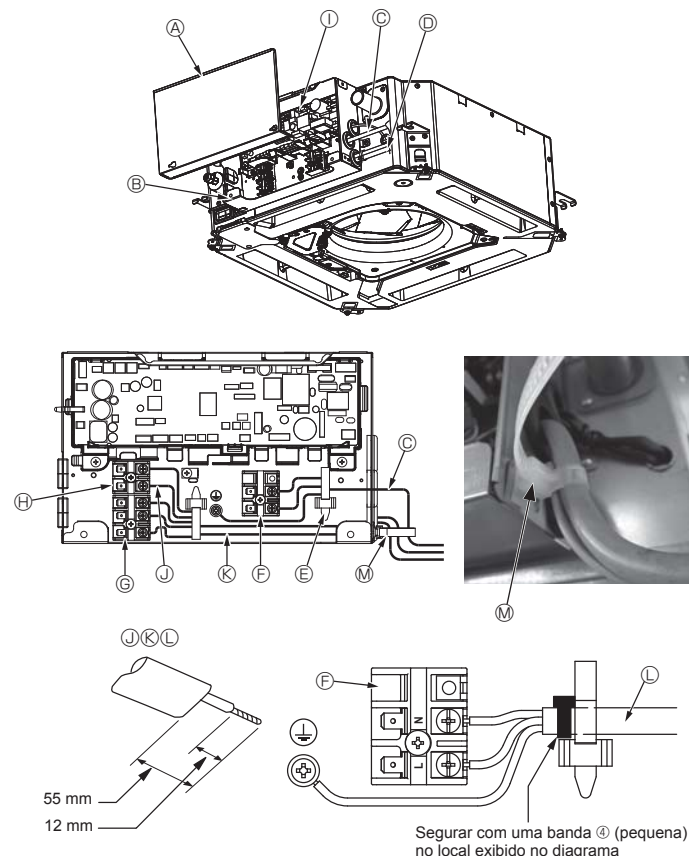
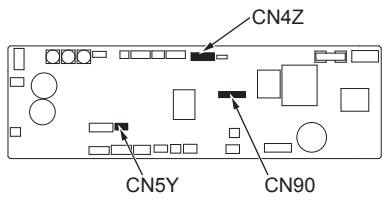
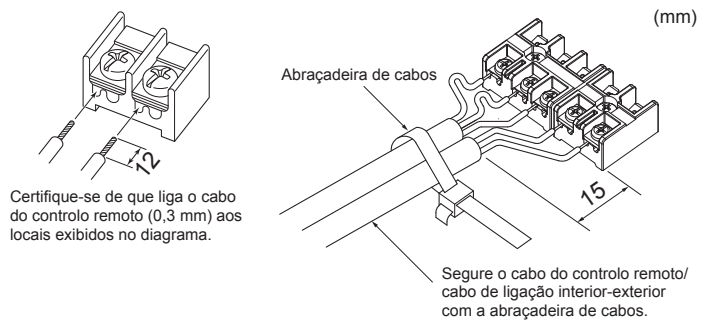

Fig. 4-1
Fig. 4-2
Fig. 4-3
4.1. Unidade interior (Fig. 4-1, Fig. 4-2, Fig. 4-3)